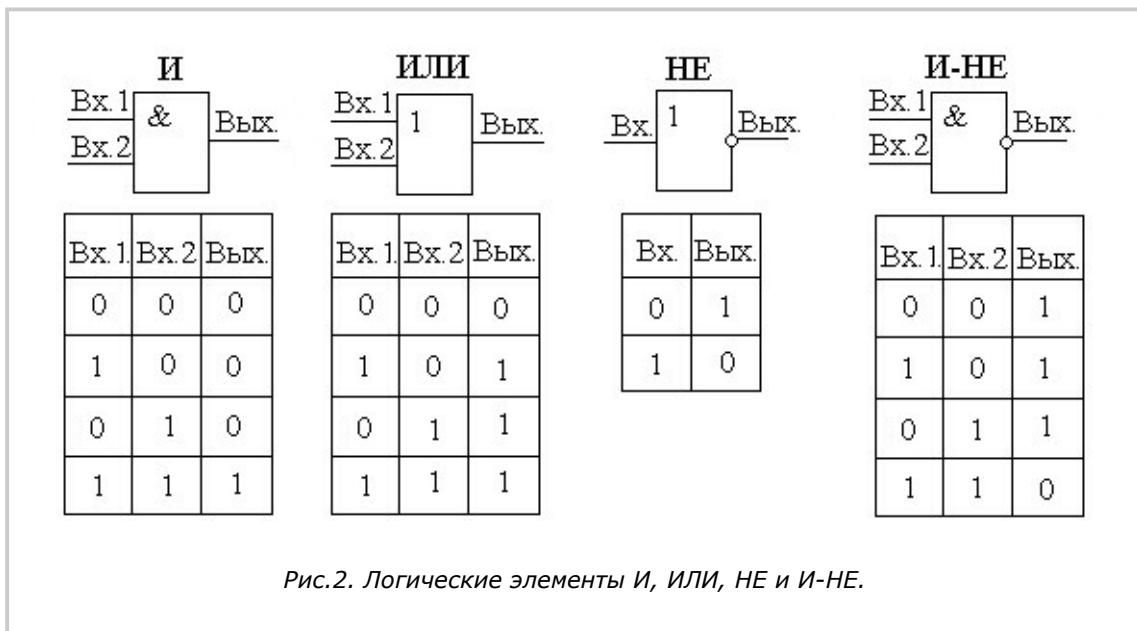

Рис.2. Логические элементы И, ИЛИ, НЕ и И-НЕ.
Символом логического элемента И служит знак "&" (союз "и" в английском языке), стоящий внутри прямоугольника (см. Рис.2). Слева — два (или больше) входных вывода, справа — один выходной вывод. Логика действия этого элемента такова: напряжение высокого уровня на выходе появится лишь тогда, когда сигналы такого же уровня будут на всех его входах. Такой же вывод можно сделать, глядя на таблицу истинности, характеризующую электрическое состояние элемента И и логическую связь между его выходным и входными сигналами. Так, например, чтобы на выходе (Вых.) элемента было напряжение высокого уровня, что соответствует единичному (1) состоянию элемента, на обоих входах (Вх. 1 и Вх. 2) должны быть напряжения такого же уровня. Во всех других случаях элемент будет в нулевом (0) состоянии, то есть на его выходе будет действовать напряжение низкого уровня.